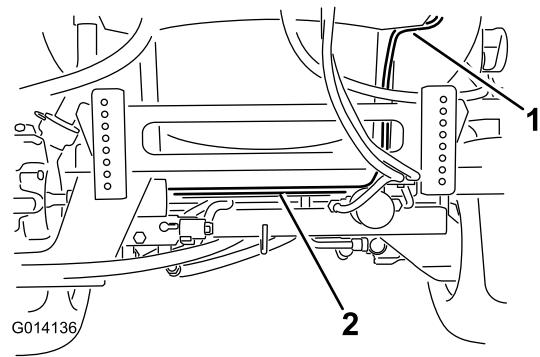

Figura 14
1. Localize a cablagem eléctrica que sai da caixa de controlo da bobina de tubagem. Encaminhe a extremidade maior da cablagem com os terminais em anel e um conector de fusível através da traseira do patim do depósito e estrutura do veículo por detrás do suporte do actuador da rampa (Figura 14). Utilize uma braçadeira de plástico para prender a cablagem à estrutura.